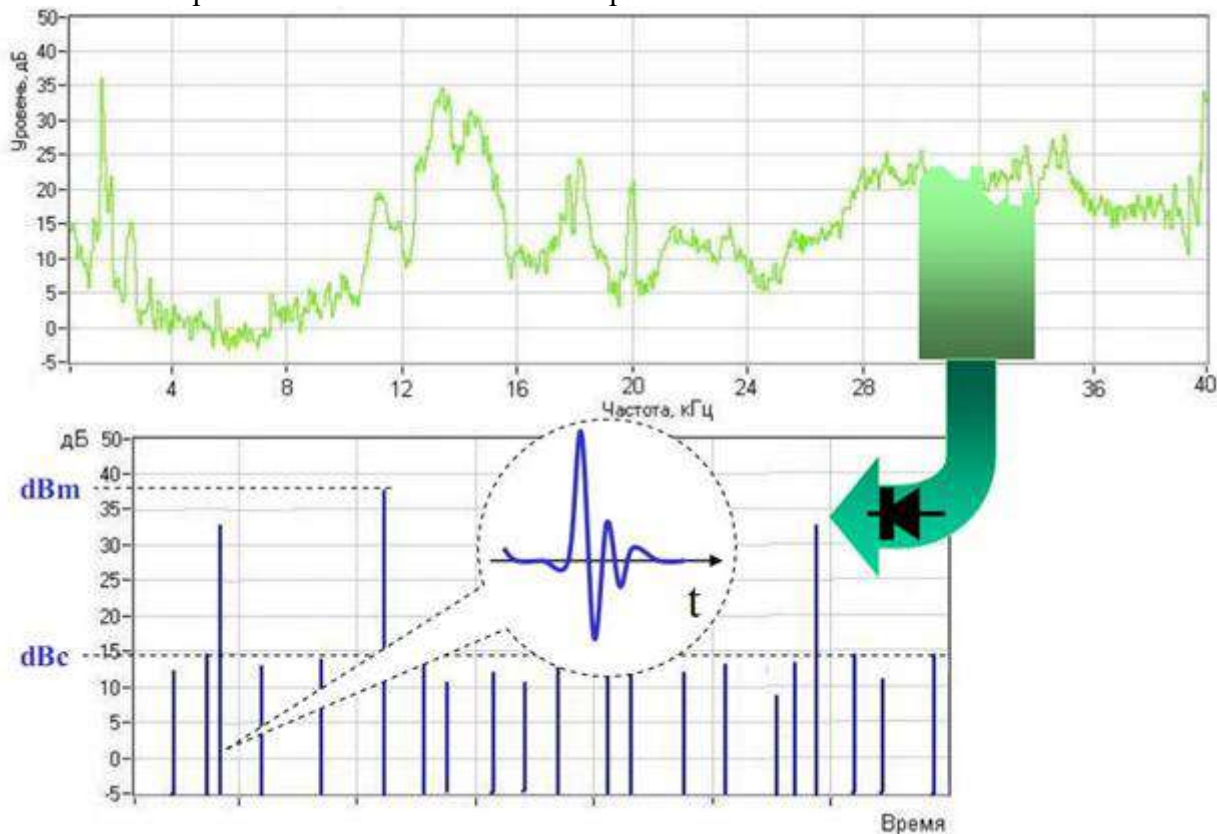

Рисунок 5 – Обработка сигнала по методу ударных импульсов
- 5.5.1. Подготовить схему испытаний (рис.5).
Технология обработки сигналов показана на рис. 5.